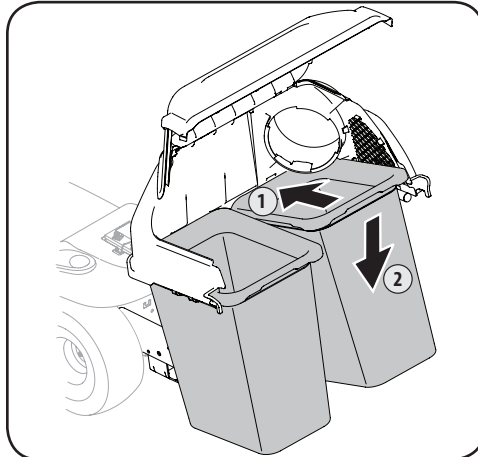

Figure 4-21
3. Fixez le coude de la goulotte au plateau de coupe avec un écrou papillon (720-04122) de l'ensemble de quincaillerie 689-00312. Voir Figure 4-21.
NOTE : Retirez le capuchon protecteur (si présent) du goujon de montage sur le plateau de coupe. Voir Figure 4-21.